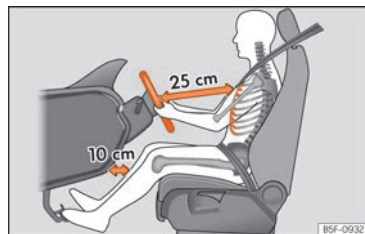

Fig. 14 La separación correcta entre el conductor y el volante debe ser de 25 cm como mínimo (10 pulgadas).
- Ajuste el volante de modo que quede a una distancia de, por lo menos, 25 cm (10 pulgadas) del esternón »» fig. 14 y lo pueda sujetar con ambas manos por los lados, por la parte exterior, con los brazos ligeramente flexionados.